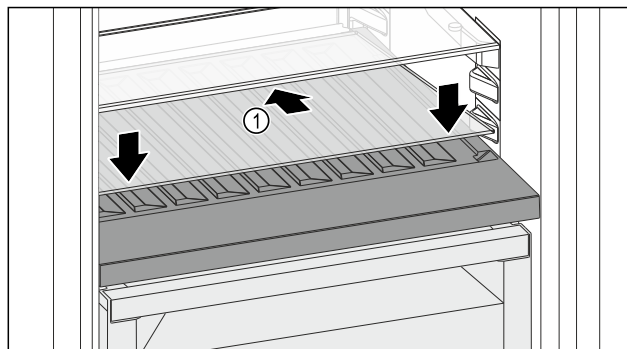

Fig. 122
- Вставте скляну полицю Fig. 122 (1) під кутом, нахиливши назад і донизу.
- Опустіть скляну полицю Fig. 122 (1) вперед.